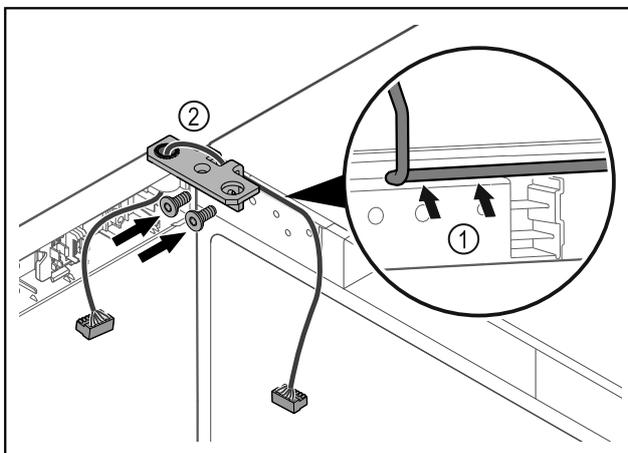

Fig. 61
- ▶ Kabel durch die Ausparung des Scharnierwinkels führen und vorsichtig verlegen Fig. 61 (1).
- ▶ Scharnierwinkel Fig. 61 (2) anschrauben.